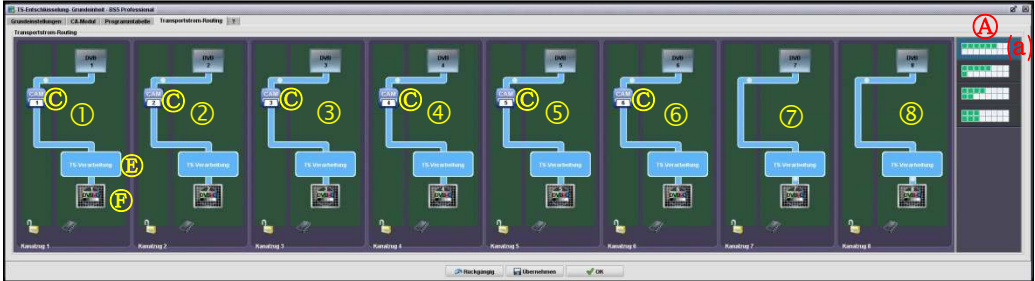
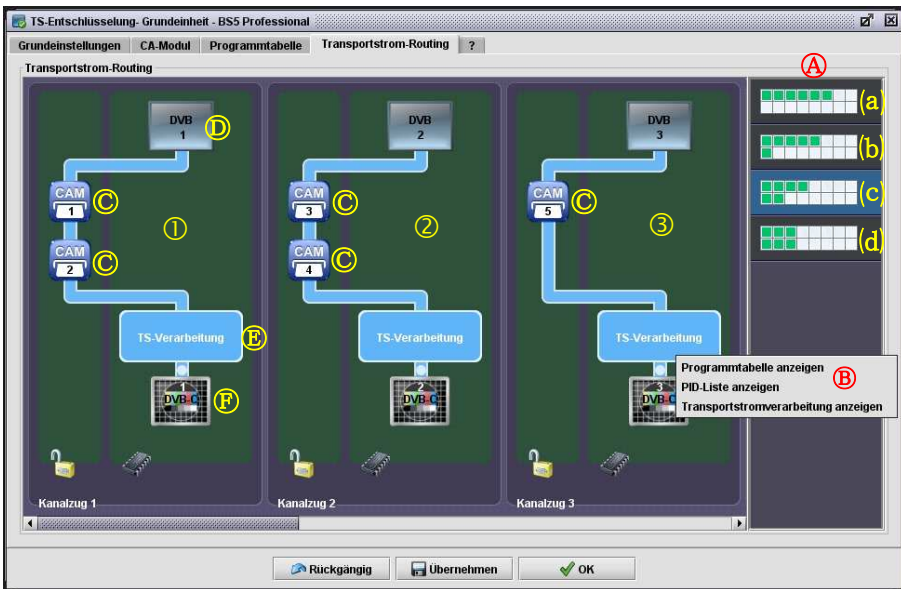

Abb. 8-13: Reiter **Transportstrom-Routing** mit der Darstellung aller Kanalzüge 1 - 8 in der Konfiguration (a)
Abb. 8-14: Reiter **Transportstrom-Routing** mit der Darstellung der Kanalzüge 1 - 3 in der Konfiguration (c)
①-⑧ Grafische Darstellung der Kanalzüge 1 - 8 [Abb. 8-13] und 1 - 3 [Abb. 8-14].¹⁾²⁾
³⁾ Beispielhaft ist das Kontextmenü zu Ⓔ abgebildet (Abb. 8-14).
Tabelle 3: Mit den Schaltflächen (a) – (d) eingestellte CAM-Konfigurationen (Abb. 8-13 und Abb. 8-14)